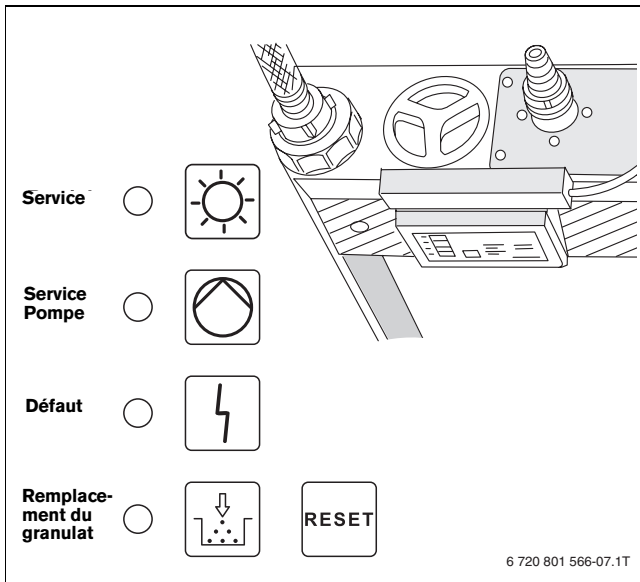

Fig. 7 Voyant de signalisation
- ▶ Vérifier les voyants lumineux de l'affichage (→ fig. 7).
Les défauts s'affichent avec le voyant de signalisation « Défaut » (→ fig. 7).